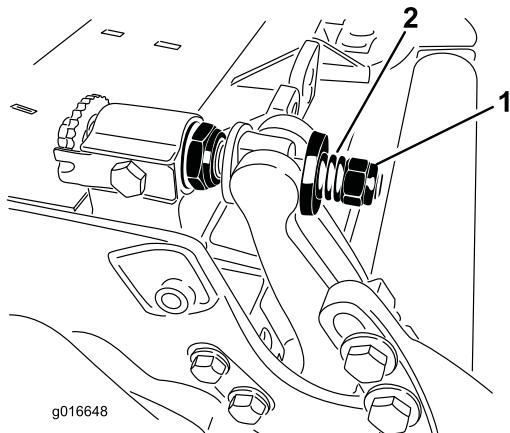

Bild 32
4. Ziehen Sie die Federspannungsmutter an, bis die Feder zusammengedrückt ist, drehen Sie sie dann eine 1/2 Umdrehung heraus (Bild 32).
10. Ziehen Sie die Mutter an jedem Untermesserträgereinsteller an, bis die Druckfeder ganz zusammengedrückt ist, lösen Sie die Mutter dann um eine halbe Umdrehung (Bild 32).